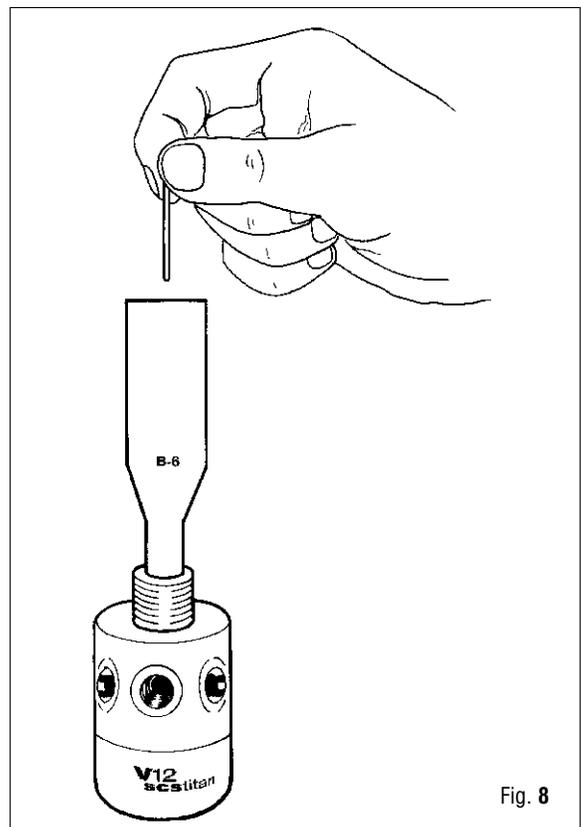

Fig. 8
12. Introduzca el vástago de la válvula (12) en el asiento de la válvula (75) con la herramienta especial (B - 6). (Fig. 8)